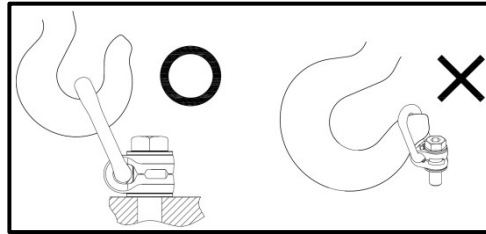

Fig. 1
- Sæt løfteaggregatet fast, idet der sikres frigang til løftepunkt (løftering) (Fig. 1).